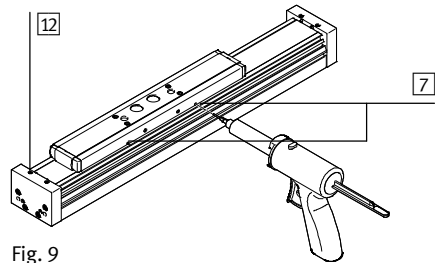

Fig. 9
1. Aflojar los tornillos 12 (→ Fig. 9).